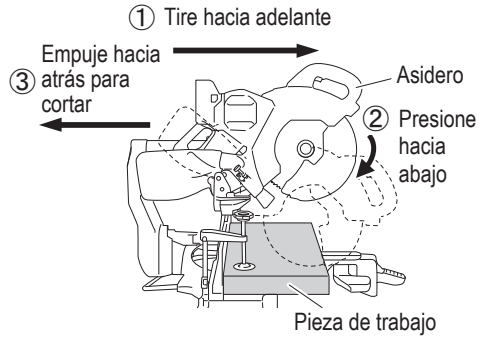

Fig. 36
A continuación, presione hacia abajo la empuñadura y deslice la hoja de sierra hacia atrás para cortar la pieza de trabajo como se indica en la Fig. 36. Esto facilitará el corte de piezas de trabajo de hasta 4-3/16" (107 mm) de altura y 12-1/4" (312 mm) de anchura.
- Para el corte deslizante, siga los procedimientos indicados en la Fig. 36 anterior. El corte deslizante hacia adelante (hacia el operador) es muy peligroso porque la hoja de sierra puede salir despedida de la pieza de trabajo. Por lo tanto, deslice siempre la empuñadura alejándola de usted mismo.